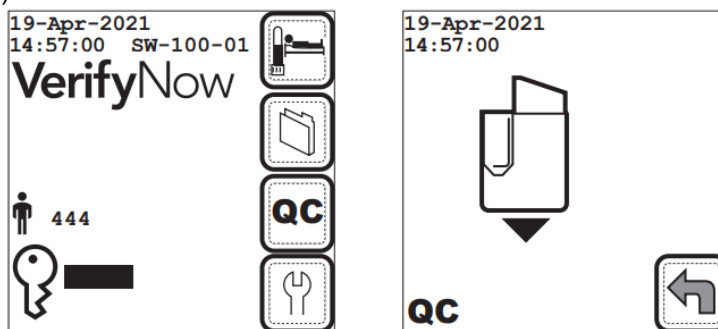

Рисунок 14: Запуск EQC
3. Нажмите на клавишу  (КК) и дождитесь подсказки «Вставить устройство EQC» на дисплее (Рисунок 14 (стр. 27)).